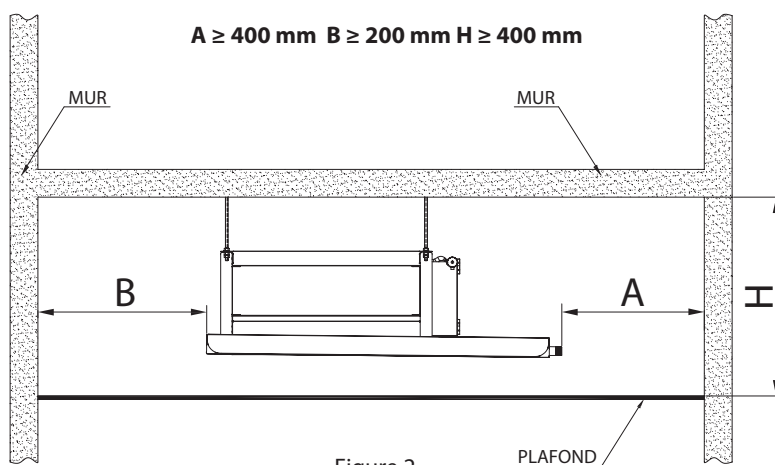

Figure 2
2. Disposer un espace suffisant pour l'installation et la maintenance. S'il vous plaît se référer à la taille de l'unité et le schéma de raccordement. (Figure 2: Les écarts autour de l'appareil indiquent l'espace minimum requis.)